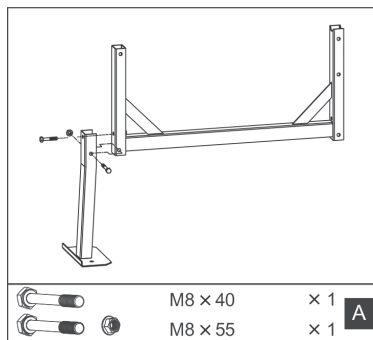

Fig.4
1. Montez le pied sur le cadre du tambour. Utilisez les accessoires marqués (A), Fig.4.